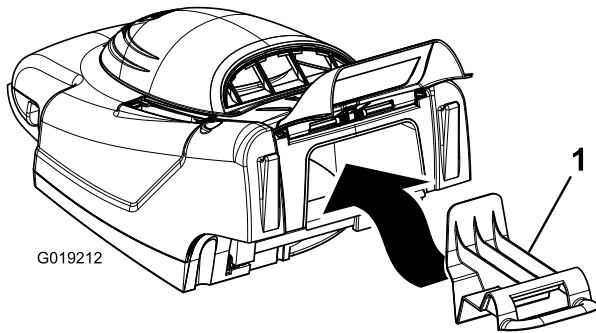

Figura 16
**Nota:** Para pasar de ensacado a reciclado, retire el recogedor e inserte el tapón de mulching que retiró en el paso 1 (Figura 16).